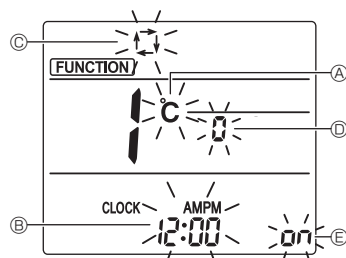

Fig. 6-10
| Elemento                 | Configuración                                    | Fig. 6-10 |
3. Compruebe que se muestra la función N.º "1", y luego pulse el botón **SET** ③. Se visualizará la pantalla de configuración de la visualización. (Fig. 6-10)